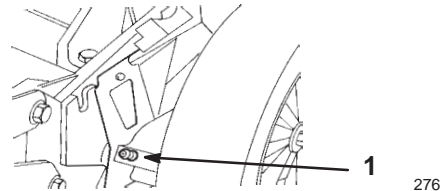

Figure 26
1. À l'aide d'un chiffon propre, essuyez les graisseurs des leviers de réglage de hauteur des roues arrière (Fig. 26).